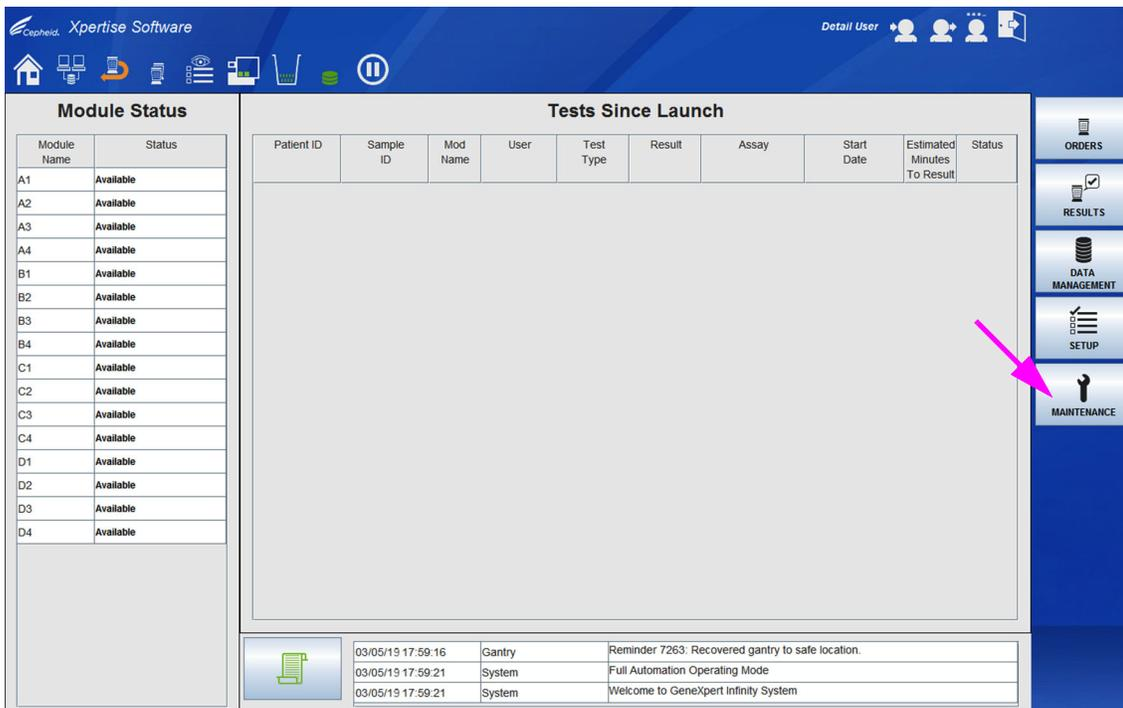
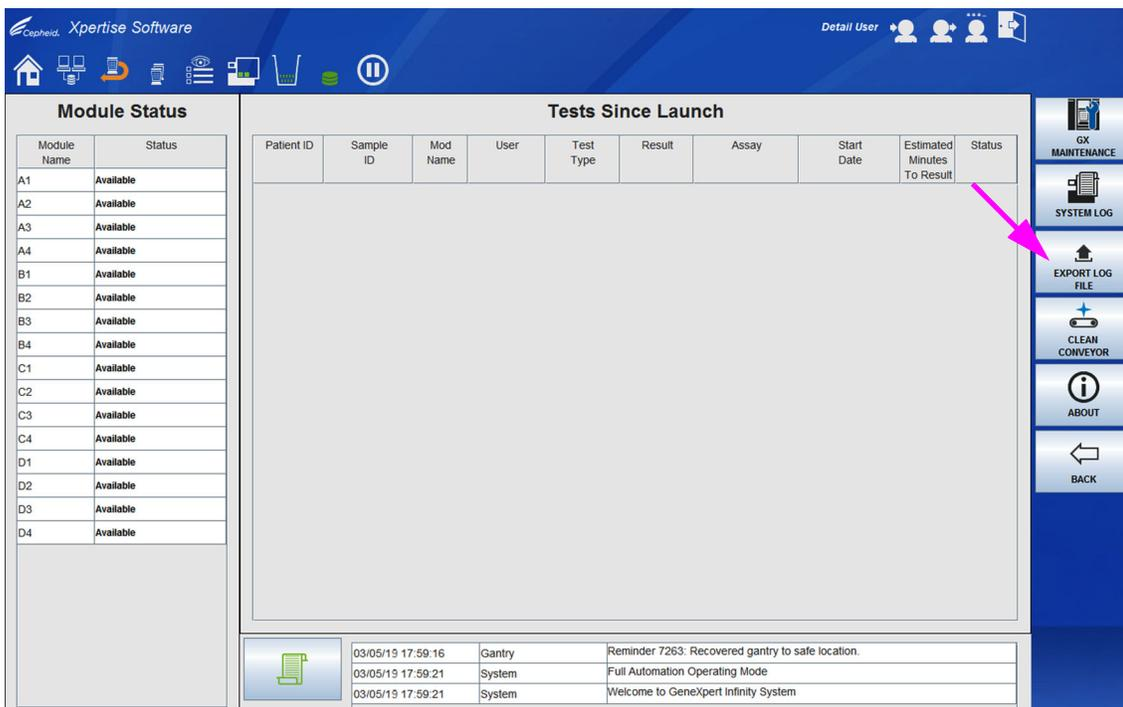
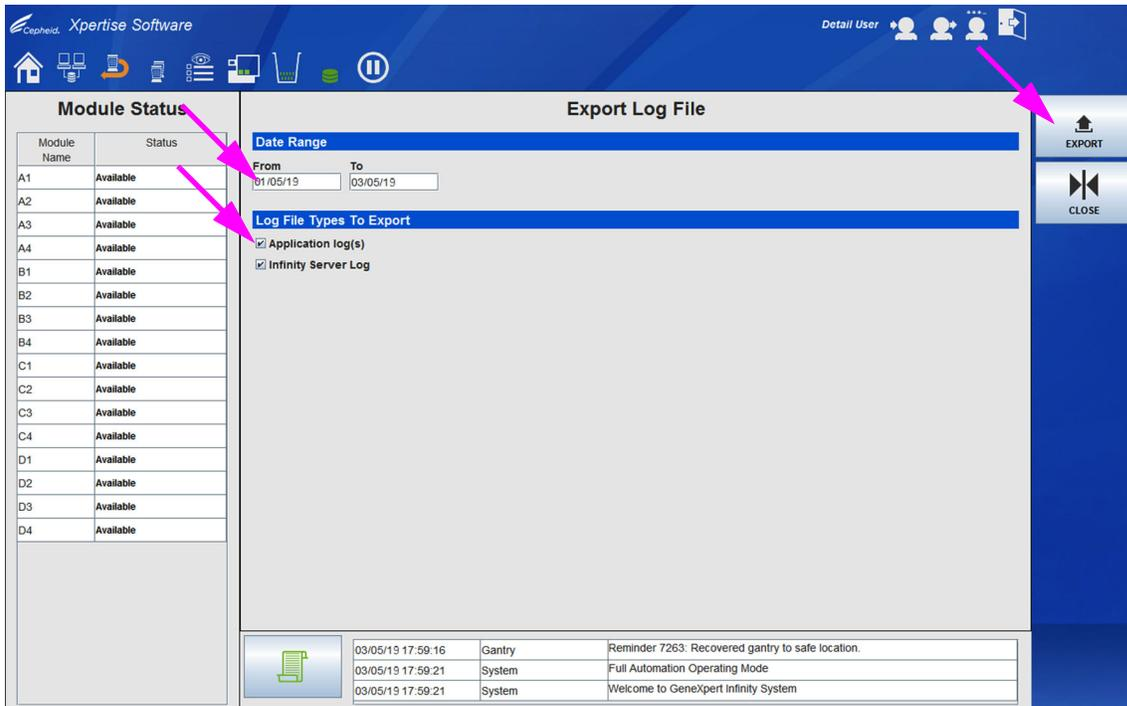
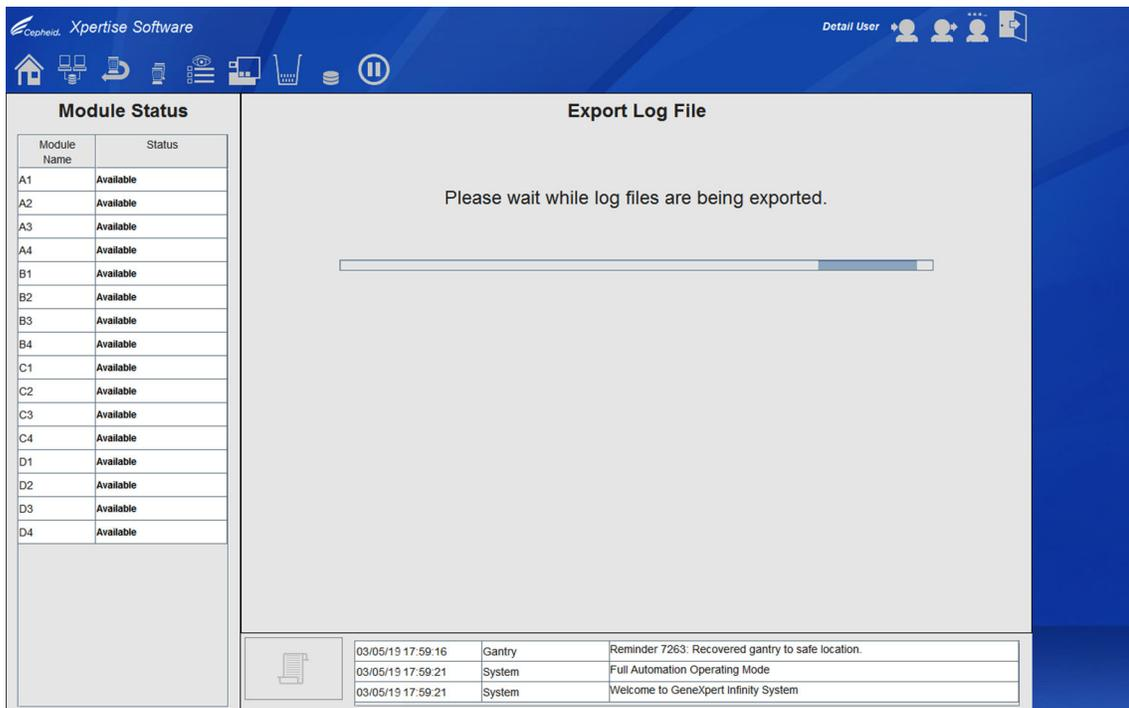

图 9-75. Xpertise 软件主页工作区
图 9-76. 维护菜单
图 9-77. 导出日志文件 (Export Log File) 工作区
图 9-78. 导出日志文件 (Export Log File) 工作区 – 进度条
1. 在 Xpertise 软件主页工作区，选择**维护 (MAINTENANCE)** 按钮（请参见图 9-75）。显示维护菜单。请参见图 9-76。
2. 选择**导出日志文件 (EXPORT LOG FILE)** 按钮（请参见图 9-76）。显示导出日志文件 (Export Log File) 工作区。请参见图 9-77。
3. 如中所示，在导出日志文件 (Export Log File) 工作区中的日期范围下，输入**起始 (From)** 和**结束 (To)** 图 9-77 日期。
5. 选择**导出 (EXPORT)** 按钮（请参见图 9-77）。导出日志文件 (Export Log File) 屏幕显示一个进度条，指示导出日志文件的进度。请参见图 9-78。